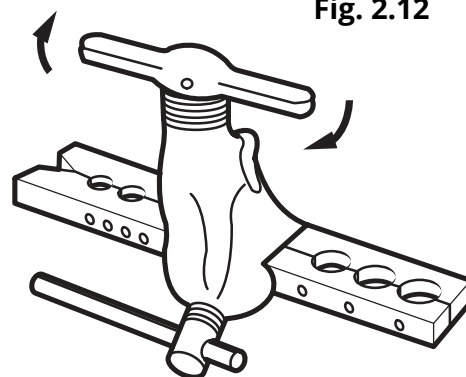

Fig. 2.13
7. Tourner la poignée de l'outil d'évasement dans le sens des aiguilles d'une montre jusqu'à ce que le tuyau soit complètement évasé, tel que montré sur la **Fig 2.13**.